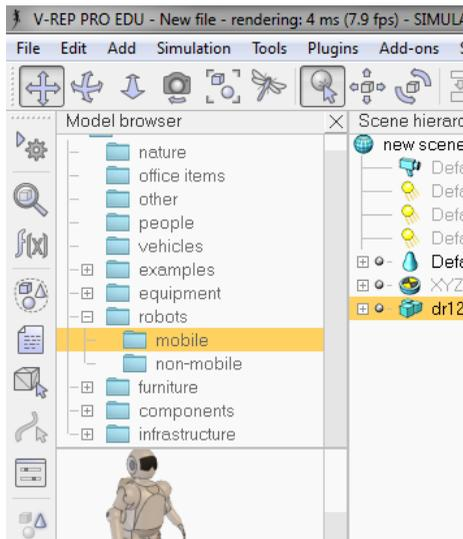

Рисунок 5 – Раздел «robots - mobile» в браузере моделей
Иерархия сцены (scene hierarchy) – Иерархия сцены (рисунок 5) отображается по умолчанию, но может быть скрыта с помощью соответствующей кнопки на панели инструментов. Иерархия отображает содержимое сцены (т.е. объекты, из которых состоит сцена). Иерархическая структура сцены
2. В браузере моделей перейти в раздел «robots - mobile» (рисунок 5).